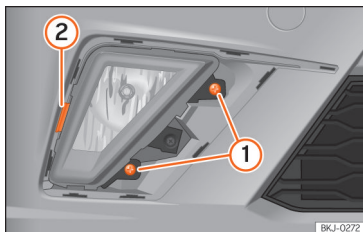

Fig. 167 Farol de nevoeiro: desmontar o porta-lâmpadas
- Retire os dois parafusos »» Fig. 167 ① e utilize o grampo ② como alavanca para retirar o farol de nevoeiro.